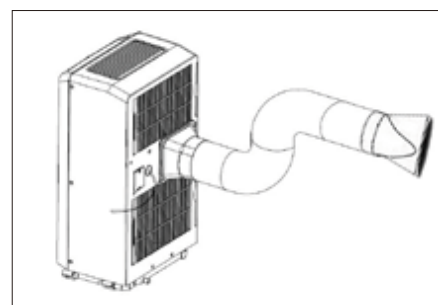

Fig 2.
B. Fixation du tuyau d'évacuation : fig. 2.